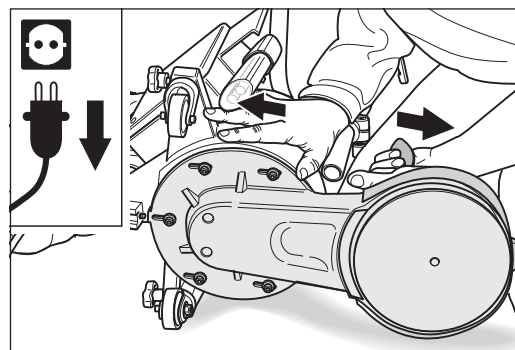

Abb. 64 Den Vorsatz am Griff nach vorne ziehen, bis der Widerstand des Keilriemens zu spüren ist.
- 5 Schieben Sie den Vorsatz ganz zurück. Ziehen Sie ihn am Ballengriff wieder nach vorne und zwar nur soweit, bis Sie den Widerstand durch den Keilriemen spüren (Abb. 64). Zur Vermeidung von Beschädigungen am Boden achten Sie darauf, dass der Vorsatz den Boden nicht berührt!